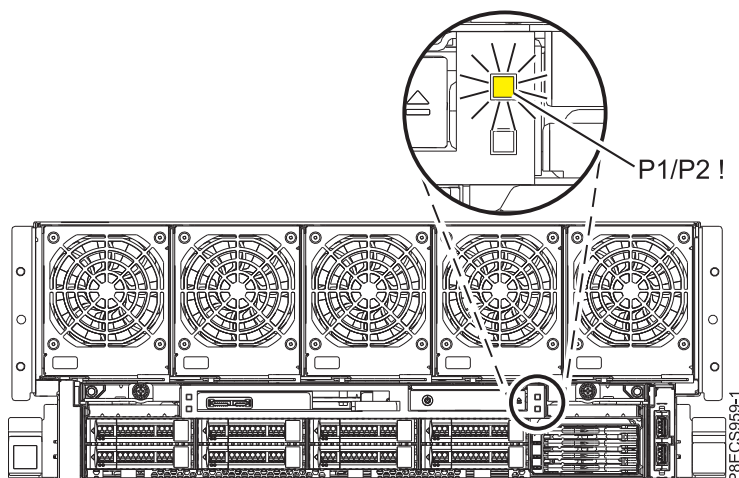

図 7. 8408-44E または 8408-E8E システム上の前面 **P1/P2 !** 障害ロールアップ LED
6. **P1/P2 !** 障害ロールアップ LED の状態を書き留めます。この LED は、8408-44E または 8408-E8E システムの前面にあります (12 ページの図 7 を参照)。